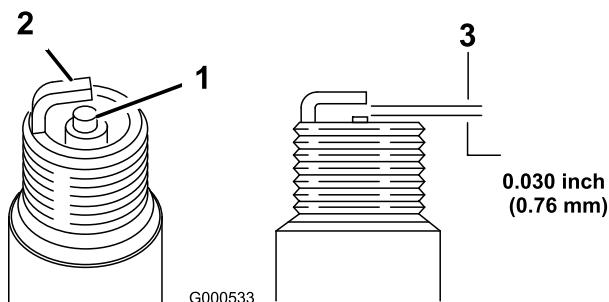

Figura 24
- Regolate la distanza tra gli elettrodi della candela a 0,76 mm (Figura 24).